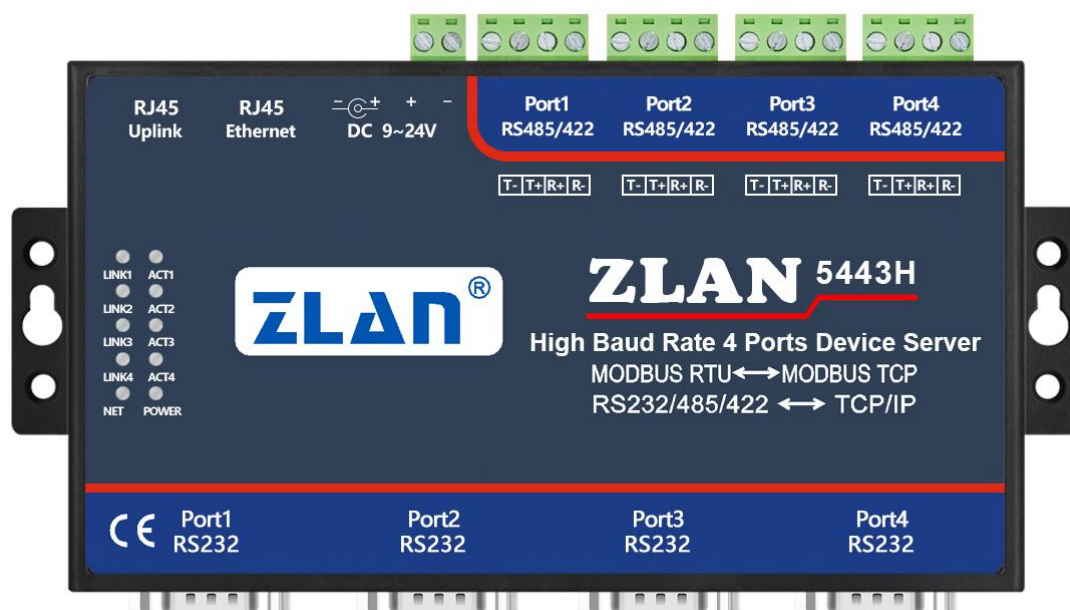

图 2 ZLAN5443H 正面图
ZLAN5443H 的正视图如图 2 所示。
- a) 485/422 串口：作为 485 使用时只需连接其中的 2 根线，作为 422 使用时，应连接 4 根线。线序如图 2 所示。